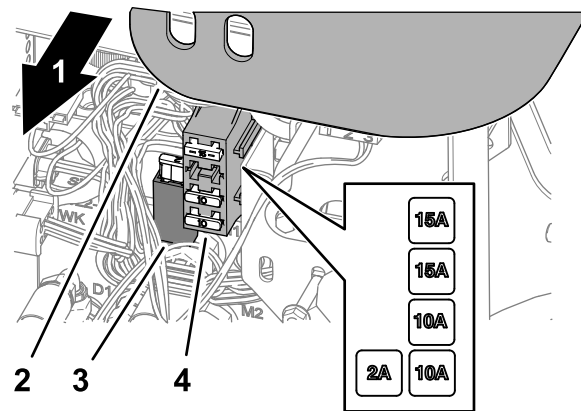

図 78
- コントロールアームからカバーを外す 図 78。
- ヒューズホルダーまたはヒューズブロックを点検して切れているヒューズを探し出す 図 78。
- コントロールアームにカバーを取り付ける 図 78。